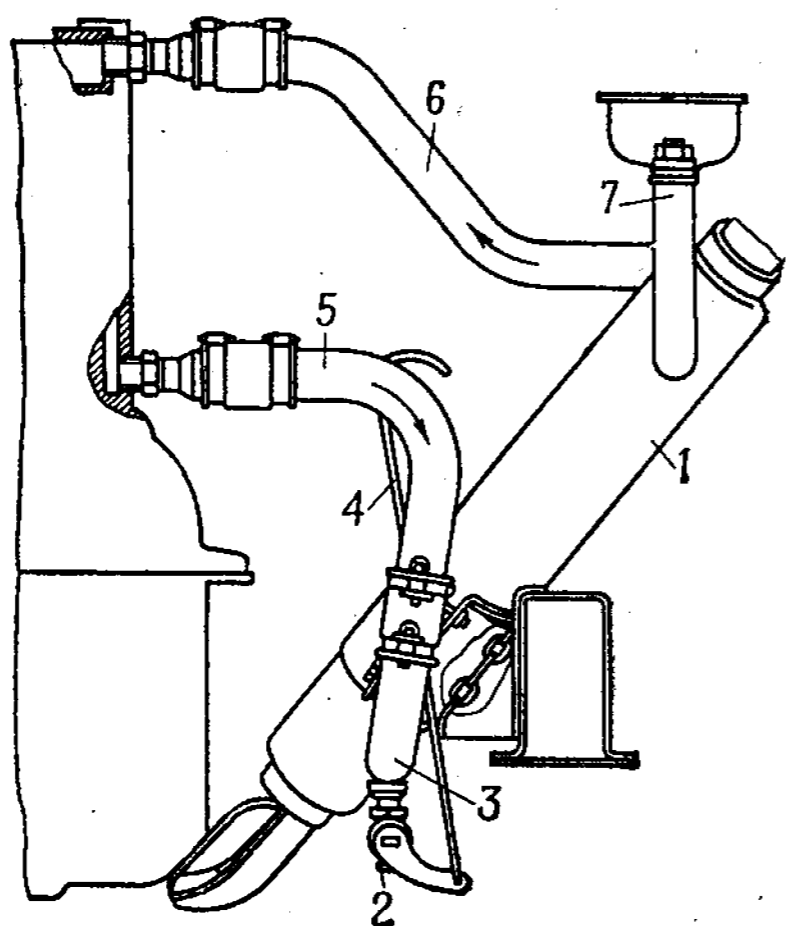

Рис. 9. Котел пускового подогревателя:
<p style="text-align: center;">Снятие котла пускового подогревателя</p> <p>1. Установить упоры под передние и задние колеса автомобиля</p> <p>2. Открыть верх капота и установить его на упор</p> <p>3. Снять пробку радиатора, открыть сливные краны и слить охлаждающую жидкость из системы охлаждения двигателя</p> <p>4. Вывернуть болты с шайбами крепления котла пускового подогревателя</p> <p>5. Ослабить стяжную ленту хомутка крепления шланга отводной трубы 6 (рис. 9) у патрубка заливной горловины 7 и снять шланг с патрубка</p> <p>6. Ослабить стяжную ленту хомутка крепления шланга подводной трубы 5 к нижнему патрубку 3 котла пускового подогревателя, опустить подогреватель вниз и снять его</p> <p>7. Вывернуть сливной краник 2 в сборе с тягой 4 и кронштейном тяги</p>	<p>Упоры (4 шт.)</p> <p style="text-align: center;">—</p> <p>Емкость для охлаждающей жидкости</p> <p>Ключ 12—14</p> <p>Бородок 4</p> <p>Бородок 4</p> <p>Ключ 14—17</p>
8. Ввернуть сливной краник 2 (рис. 9) в сборе с тягой 4 и кронштейном тяги
6. Ослабить стяжную ленту хомутика крепления шланга отводной трубы 6 (рис. 9) котла пускового подогревателя и отъединить шланг от штуцера головки блока	Бородок 4
40. Надеть шланг отводной трубы 6 (рис. 9) котла пускового подогревателя на штуцер головки блока и затянуть стяжную ленту хомутика	Бородок 4